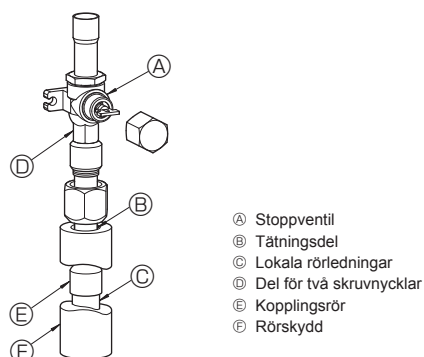

Fig. 4-3
③ Följ proceduren nedan när rör ansluts på gassidan. (Fig. 4-3)